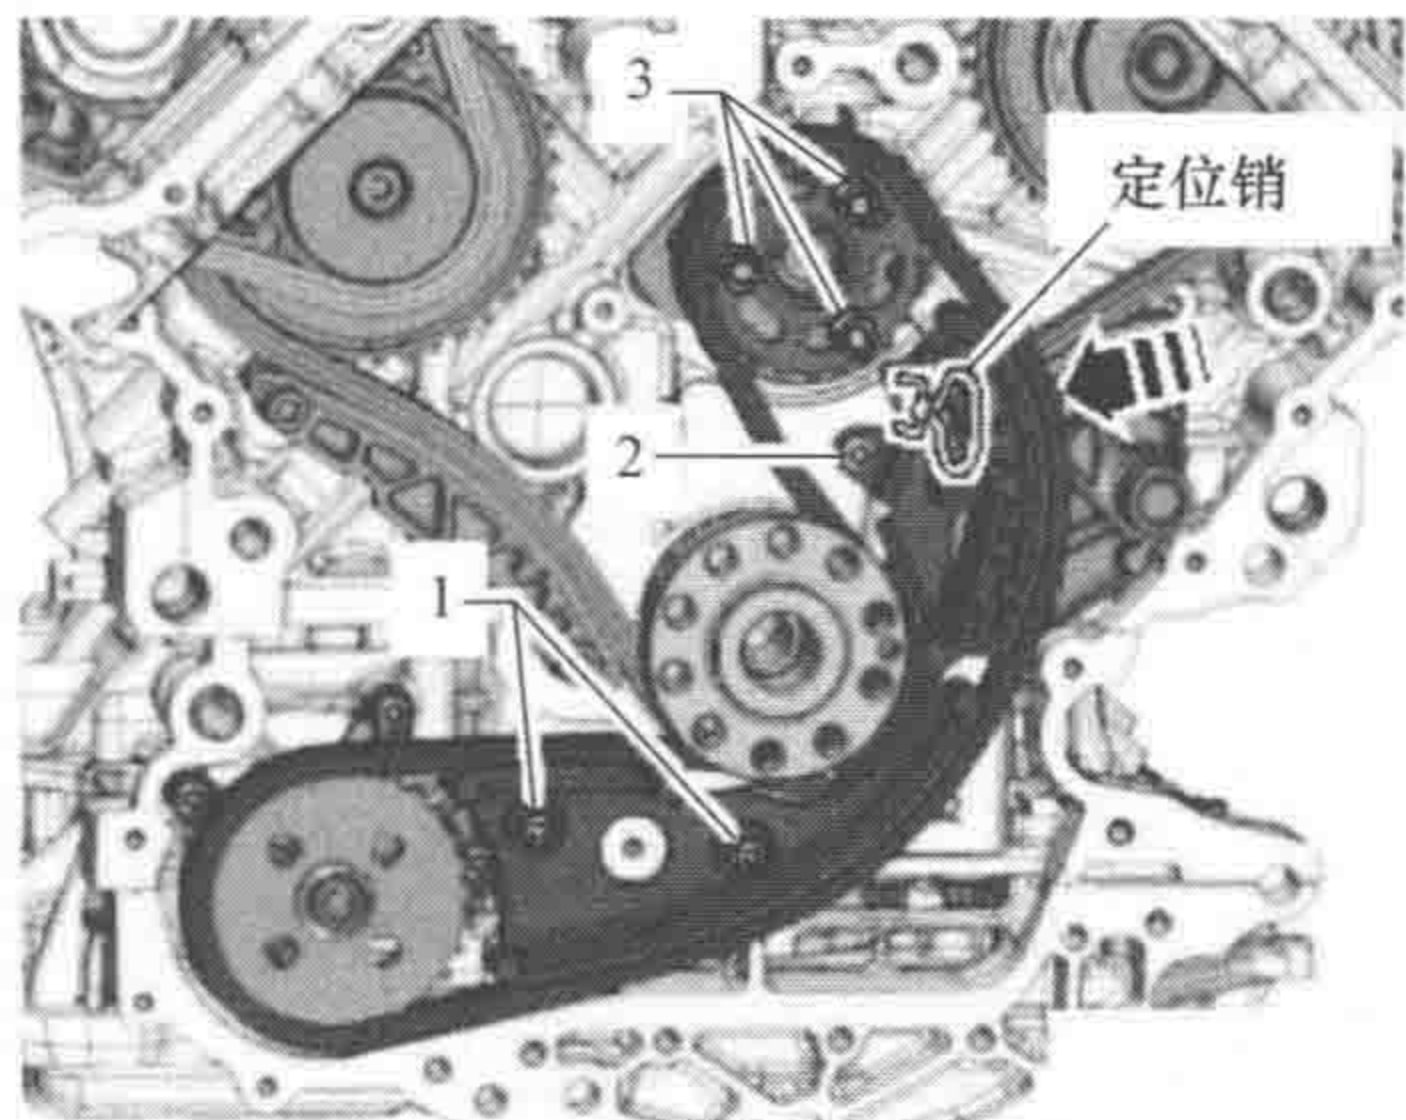

图 1-1-17
(12) 沿图 1-1-17 所示的箭头方向按压链条张紧器的滑轨, 并用定位销卡住链条张紧器, 拧出螺栓 3 并取下平衡轴链轮, 拧出